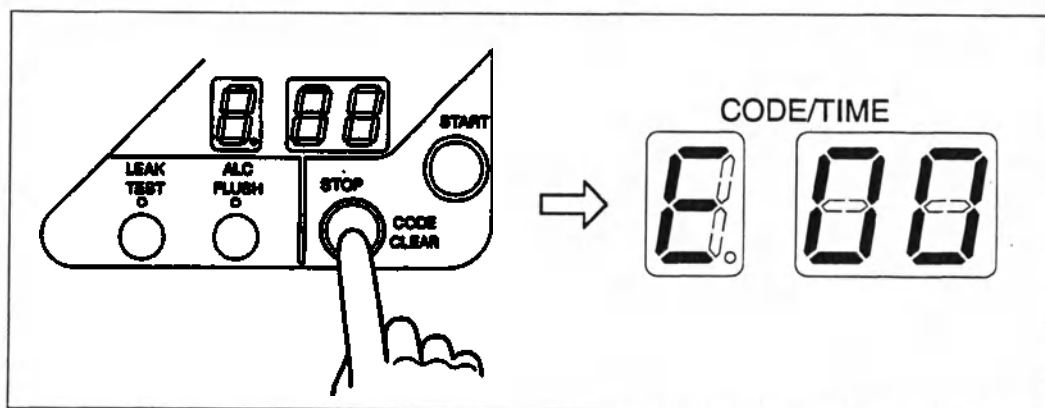

Рис. 5.15
- Для прерывания процесса промывания спиртом нажмите кнопку «STOP/CODE CLEAR» на главной панели управления. При этом на дисплее «CODE/TIME» главной панели управления отобразится код ошибки «E00». Если нажать на кнопку «STOP/CODE CLEAR» в течение одной минуты после начала процесса промывания спиртом, внутри каналов эндоскопа может остаться 70% раствор этилового спирта. Мигание отображённого кода ошибки «E00» на дисплее показывает вероятность наличия остаточного спирта внутри каналов. В этом случае перед завершением процесса производится кратковременная продувка воздухом (см. рис. 5.15).